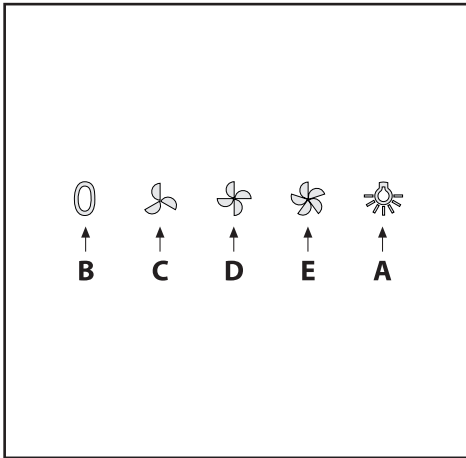

Fig.8
• **Commandes mécaniques (Fig.8)** les symboles sont les suivants: